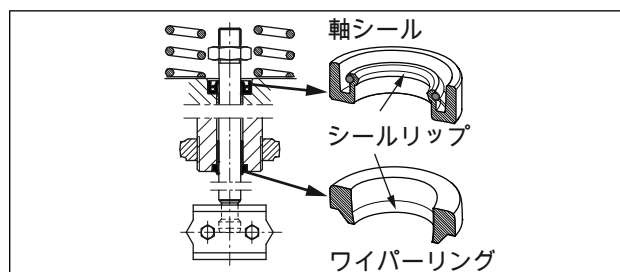

図 19: 軸シールとワイパーリングの調整
6. 適切な工具を用いて軸シールを取り付けます。軸シールを正確に調整してください (図 19 をご覧ください)。
6. 適切な工具を用いて軸シールを取り付けます。軸シールを正確に調整してください（図 19 をご覧ください）。